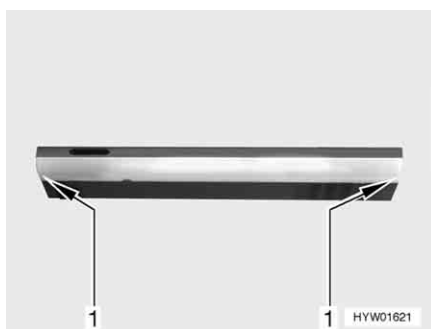

Fig. 240 Luce area cottura
- Tirare il vetro della luce (Fig. 240,1). Iniziare ad estrarre la luce area cottura tirando sempre a destra o a sinistra.